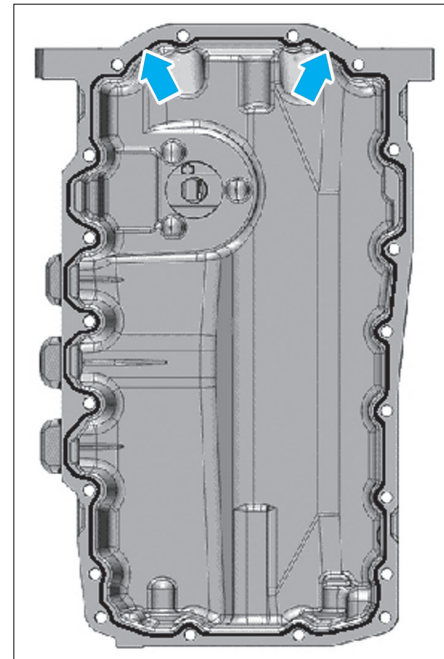

FIG. 41
- Appliquer un cordon de colle sur le carter d'huile d'une épaisseur et diamètre de 2 mm (Fig.41).